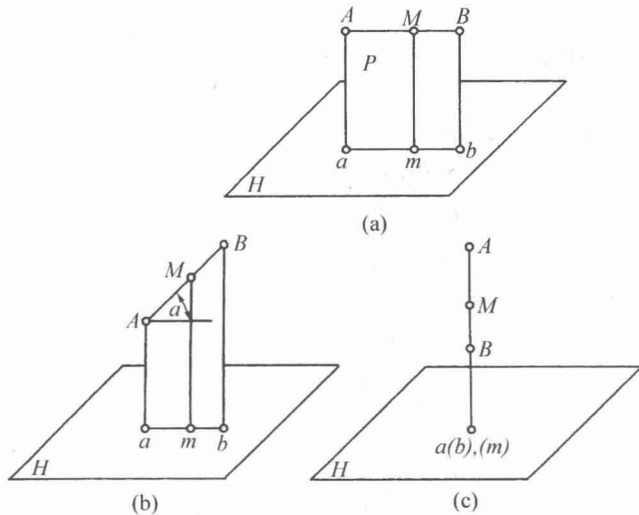

图1-3 线段的正投影
- [见图1-3 (a)]。
- 2) AB 线段倾斜于投影面 (H)， AB 在 H 面投影 ab ，比空间 AB 线段缩短，即 $ab=Ab\cos\alpha$ [见图1-3 (b)]。
- 3) AB 线段垂直于投影面 (H)， AB 线段在 H 面投影积聚为点 $a(b)$ (过端点 A ， B 引垂线与自身 AB 重合)，在 AB 上任意一点投影都与 $a(b)$ 相重合 [见图1-3 (c)]。